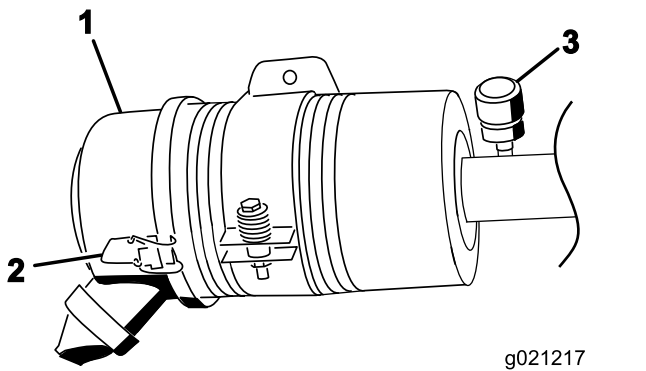

Figura 80
Revise el filtro del limpiador de aire únicamente cuando el indicador de mantenimiento lo requiera (Figura 80). El cambiar el filtro antes de que sea necesario sólo aumenta la posibilidad de que entre suciedad en el motor al retirar el filtro.
2. Abra los enganches que sujetan la tapa del limpiador de aire a la carcasa del limpiador de aire (Figura 80).